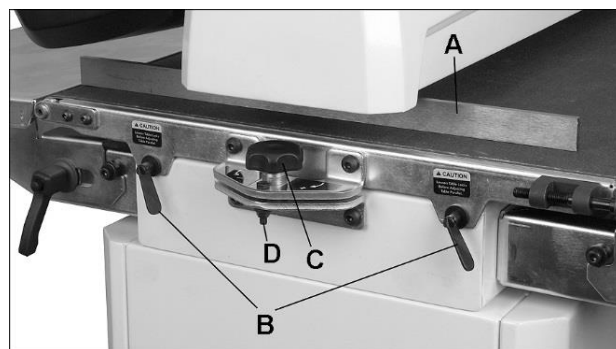

Рис. 8-4: выравнивание барабана
3. Установите линейку между барабаном и столом транспортера с внешней стороны барабана (А, Рис. 8-4).
3. Если в месте нахлеста при шлифовании видна борозда, ослабьте оба фиксатора стола (B, Рис. 8-4) и немного опустите внешнюю сторону стола с помощью ручки (C).
Примечание: при обработке узкой заготовки (шириной менее 560 мм) верните стол транспортера в положение, параллельное шлифовальному барабану. Поворачивайте ручку в противоположном направлении до касания со стопорной гайкой (D, Рис. 8-4). Стопорная гайка является упором для установки параллельности стола.